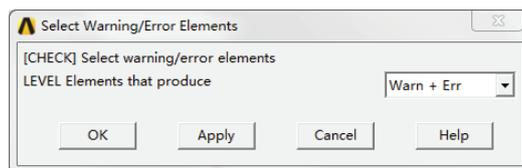

图 5-80 选择警告单元或错误单元对话框
2) 【Select Warning/Error Elements】：选择警告单元或错误单元，选择该子菜单弹出如图 5-80 所示的对话框。